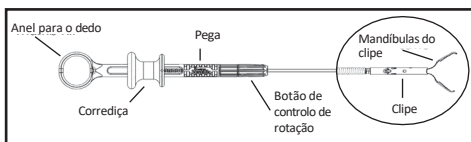

Figura 2. Abrir as mandíbulas do Resolution 360 ULTRA Clip
1. Quando o Resolution 360 ULTRA Clip estiver no local pretendido, desloque cuidadosamente a corredeira no sentido distal (no sentido contrário ao do anel para o dedo), para abrir as mandíbulas do Resolution 360 ULTRA Clip, conforme ilustrado na Figura 2.